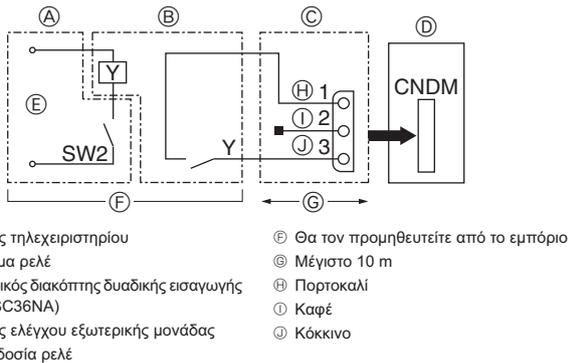

Fig. 9-2
9.2. Λειτουργία χαμηλής κατανάλωσης (επιτόπου τροποποίηση) (Fig. 9-2)